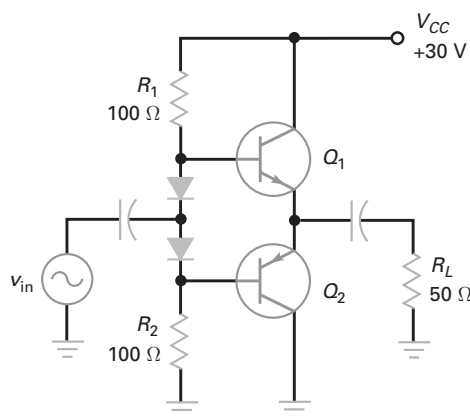

Figura 10-42
10-26 Qual é a corrente quiescente no coletor na Figura 10-42?
10-27 Na Figura 10-42, qual é a eficiência máxima do amplificador?
- 10-28** Se os resistores de polarização na Figura 10-42 forem trocados para 1 kΩ, qual é a corrente quiescente no coletor? E a eficiência do amplificador?